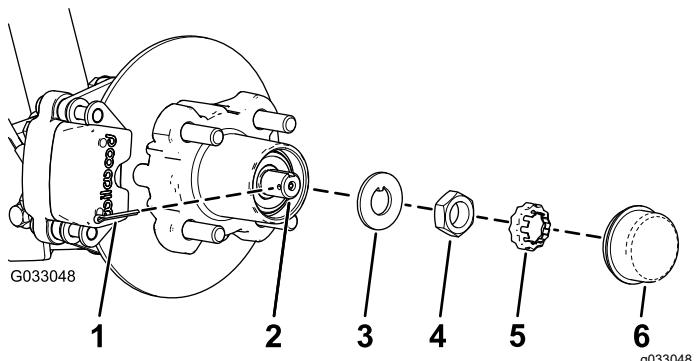
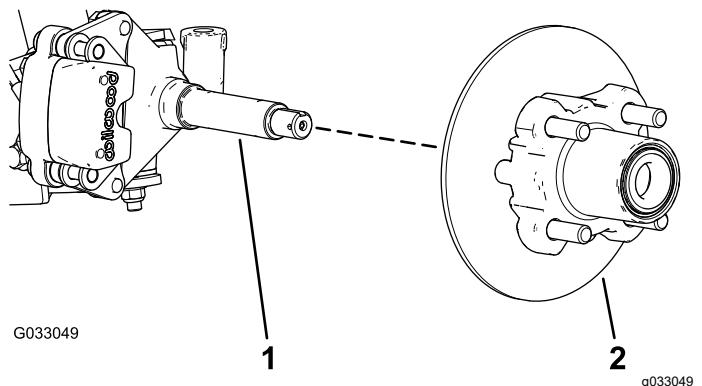

Figura 25
Figura 26
4. Rimuovete il coperchietto antipolvere dal mozzo (Figura 25).
- 5. Rimuovete la coppiglia e il fermadado dal mandrino e dal relativo dado (Figura 25).
- 6. Rimuovete il dado del mandrino dal mandrino e separate il gruppo mozzo e rotore dal mandrino (Figura 25 e Figura 26).